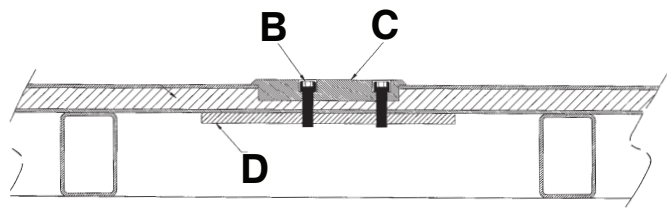

Figura 10 – Anclaje de la placa de suelo en las aberturas empotradas
4. Con dos tornillos de cabeza cilíndrica Allen (B) de 3/8 in, preferentemente de grado 8, ancle cada placa de suelo (C) en las aberturas empotradas con los orificios escariados mirando hacia arriba (Figura 10).
Nota - Se necesitan placas de apoyo de acero (o equivalentes) (D) (no suministradas) para tener un apoyo adicional (Figura 10).